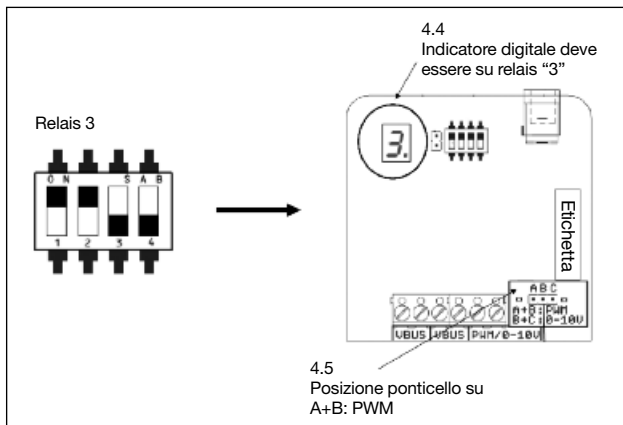

Fig. 5.5 Indirizzamento relais e posizione di ponticello
- 4.4. Tramite l'interruttore-DIP per l'indirizzamento-relais, impostare da quale relais deve essere convertita l'informazione del numero di giri in un corrispondente segnale-PWM. L'impostazione di fabbrica del regolatore RX-B è il relais 3 (Vedi Fig. 5.5).
- 4.5. Impostazione ponticello in "A+B = PWM" (Vedi Fig. 5.5)